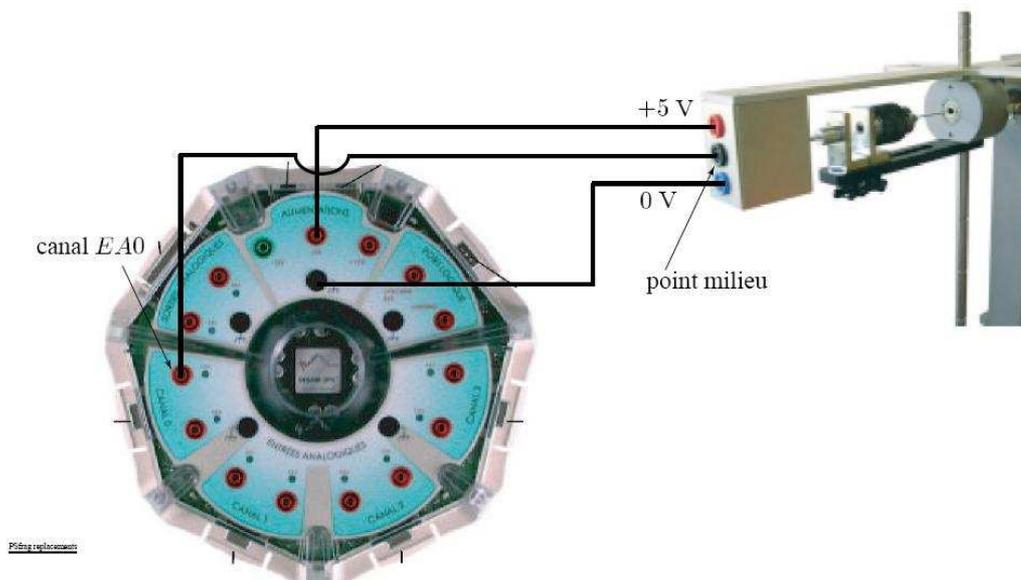

FIG. 1 – Alimentation du potentiomètre
- Faire alimenter le potentiomètre du système pendulaire à l'aide de l'alimentation (+5V) fournie par la centrale d'acquisition **SYSAM-SP5** (voir FIG.1);
- Brancher le potentiomètre du système pendulaire sur une des entrées simples (EA0...EA7) de la centrale d'acquisition **SYSAM-SP5** (voir FIG.1).